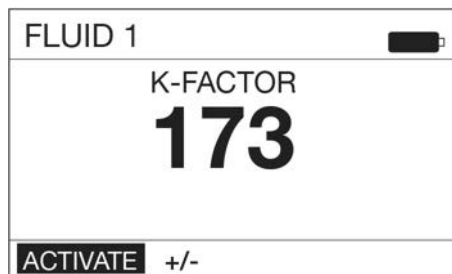

FIG. 61
2. Si le compteur reconnaît le coupon d'étalonnage, l'écran de configuration illustré à la Fig. 61 s'affiche.
3. Le facteur d'étalonnage K s'affiche, tel qu'illustré sur la Fig. 61 s'affiche. Le numéro indiqué à l'écran correspond au facteur K en cours d'utilisation par le compteur. Une fois la procédure d'étalonnage terminée, il est possible que cette valeur soit identique ou différente de celle affichée à l'écran.